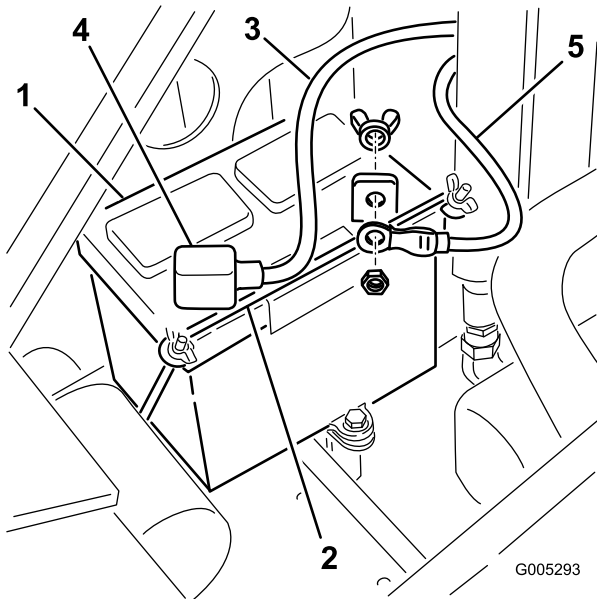

Bild 31
4. Entfernen Sie die Flügelmutter und Stange, mit denen die Batterie befestigt ist (Bild 31).
7. Klemmen Sie das Pluskabel (Rot) vom Batteriepol ab (Bild 31). Bewahren Sie die Befestigungen auf.
5. Klemmen Sie das (schwarze) Minuskabel vom Batteriepol ab (Bild 31). Bewahren Sie die Befestigungen auf.
1. Schließen Sie das Pluskabel (Rot) der Batterie mit den vorher entfernten Befestigungen am Pluspol (+) der Batterie an (Bild 31).
3. Schließen Sie das Minuskabel (Schwarz) der Batterie mit den vorher entfernten Befestigungen am Minuspol (-) der Batterie an (Bild 31).
4. Befestigen Sie die Batterie mit der Stange und den Flügelmuttern (Bild 31).